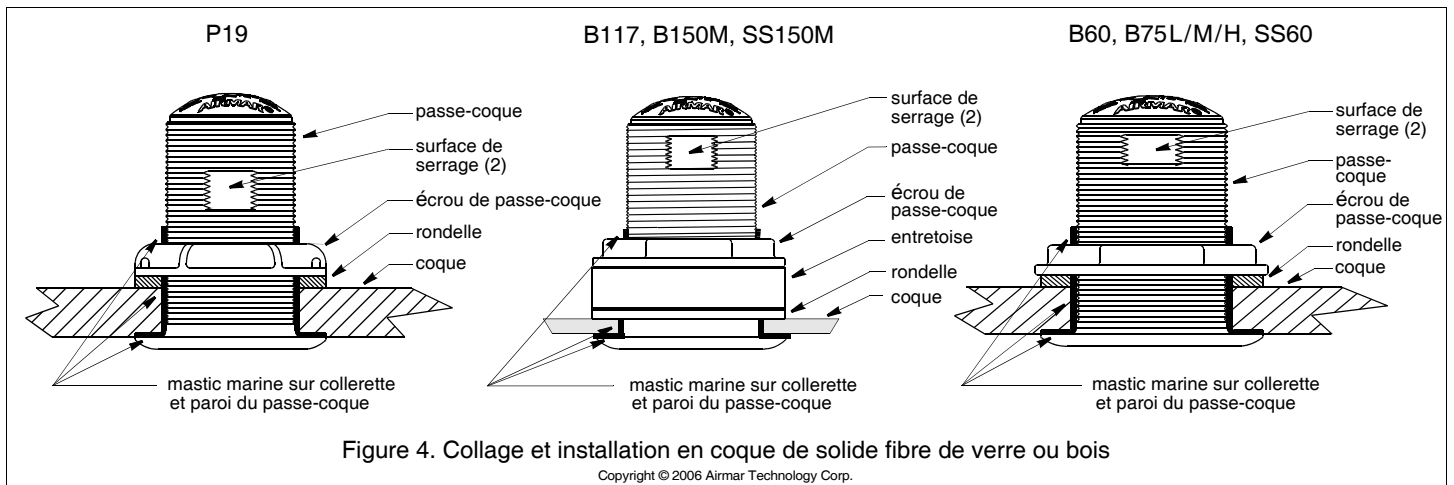

Figure 4. Collage et installation en coque de solide fibre de verre ou bois
Appliquez une couche de mastic d'étanchéité marine de 2 mm (1/16") d'épaisseur sur tout le pourtour de la collerette du passe-coque devant être en contact avec la coque et sur la paroi verticale du passe-coque (voir Figure 4 ou 5). Le mastic doit couvrir une hauteur de 6 mm (1/4") au-dessus de l'épaisseur cumulée de la coque, de la rondelle, de toute entretoise éventuelle et de l'écrou du passe-coque. Cette précaution garantit la présence de mastic sur le filetage au travers de la coque et le maintien en place de l'écrou de passe-coque.
2. Depuis l'intérieur de la coque, glissez la rondelle sur le passe-coque (voir Figure 4 ou 5).